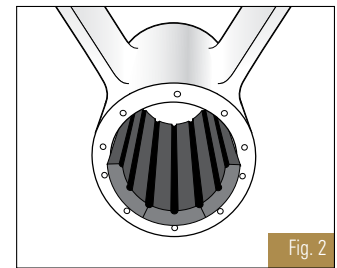

Fig. 2
3. **Inserte las duelas de caucho en la mitad inferior del alojamiento del rodamiento** (notará que las duelas son más largas que el alojamiento, lo cual es correcto). Lubrique la superficie de trabajo de las duelas, vea "nota y precauciones" (Fig. 2).